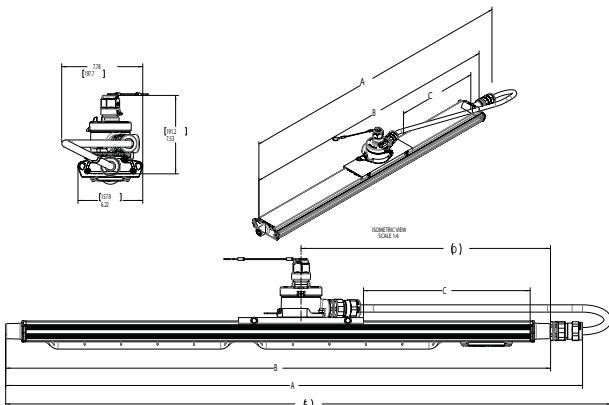

Figure 10
- Poser le support de fixation coulissante avec la boîte de jonction sur la bride de montage du luminaire, comme illustrée à la figure 10. Réglér la position de la fixation coulissante selon la distance C indiquée dans le tableau. Remarque : la distance C se rapporte à l'extrémité de la bride de montage du luminaire.
- Installer un (1) corps fileté de presse-étoupe à la boîte de jonction et un (1) corps fileté de presse-étoupe au plot sur l'extrémité du circuit de commande du luminaire. Se reporter à la fiche CAP184288 pour des directives sur l'installation du raccord ADE 6F et sur la préparation du câble.
- Placer le câble de manière similaire à celle illustrée à la figure 10.